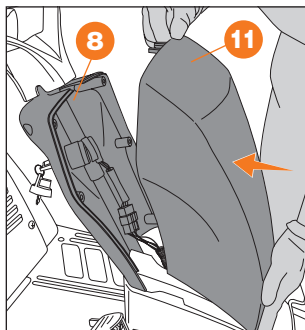

Рис. 8
- Установите на рулевую колонку и закрепите между собой обе части **8** и **11** корпуса кофра (Рис. 8).